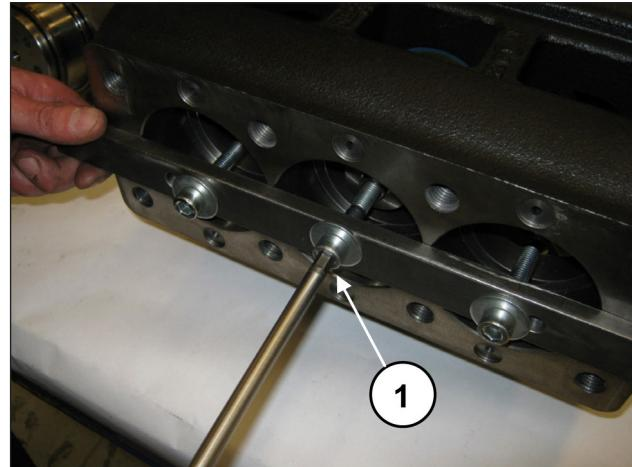
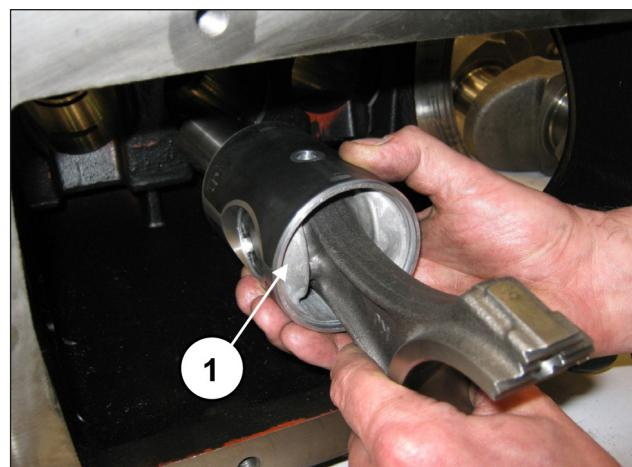

Fig. 32
Fig. 33
Prossiga com o desapertar dos parafusos da ferramenta, cód. 27566200, para desbloquear as hastes (pos. ①, Fig. 32) e, em seguida, extraia os grupos da haste-guia do pistão da abertura posterior do carter (pos. ①, Fig. 33).
Depois de ter verificado a limpeza correta do carter, insira o grupo da semi-haste-guia do pistão no interior das varas do carter (pos. ①, Fig. 33).
Bloqueie os três grupos da ferramenta adequada, cód. 27566200 (pos. ①, Fig. 32).
Remova a ferramenta para o bloqueio da haste, cód. 27566200 (pos. ①, Fig. 32).